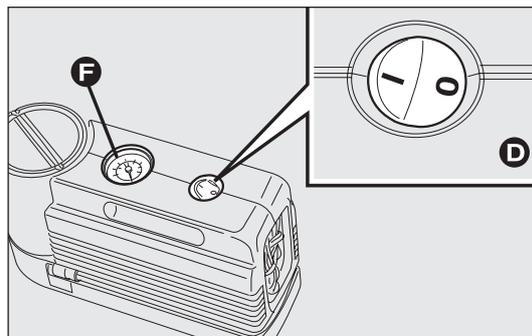
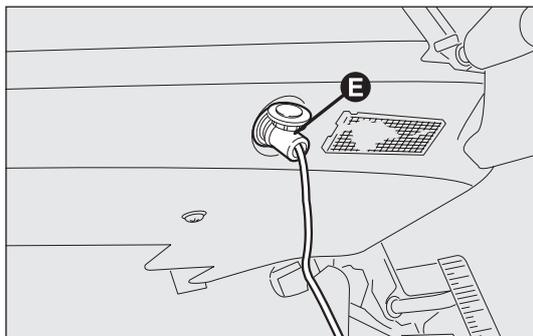

fig. 153
fig. 154
- assicurarsi che l'interruttore D-fig. 153 del compressore sia in posizione 0 (spento), avviare il motore, inserire la spina E-fig. 154 nella presa di corrente più vicina e azionare il compressore portando l'interruttore D-fig. 153 in posizione I (acceso). Gonfiare il pneumatico alla pressione prescritta nel paragrafo "Pressione di gonfiaggio" del capitolo "Dati Tecnici".
Per ottenere una lettura più precisa, si consiglia di verificare il valore della pressione sul manometro F-fig. 153 con il compressore spento;